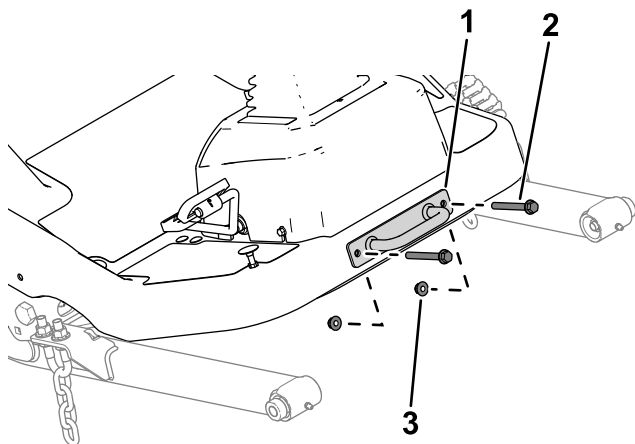

Figura 17
1. Retire la placa de amarre de la plataforma (Figura 17).